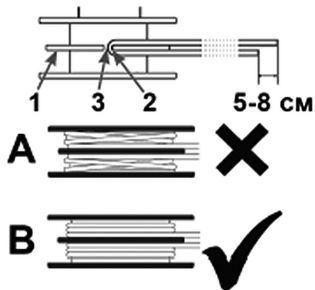

Рис. 10 Намотка корда
4. Отрежьте новый корд длиной около 3м. Сложите корд пополам и вставьте его петлей 2 в паз 3 направляющей 1 катушки (Рис. 10). Намотайте концы корда плотно с натягом в канавки катушки. Направление намотки корда указано на катушке.
5. Правильная намотка корда показана на Рис. 10.